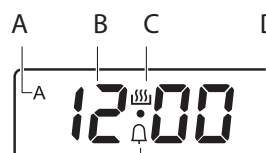

Figure 6: Fonctions de l'afficheur de l'horloge
4. Une fois le temps écoulé, l'indicateur de la fonction sur l'affichage commencera à clignoter, l'icône de l'indicateur d'activation de la minuterie (C sur la figure 6) s'éteindra et un signal sonore retentira pendant deux minutes. Appuyez sur n'importe quelle touche pour arrêter le signal.